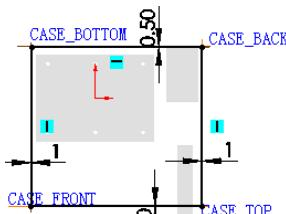

图 17.4.10 草图
Step1. 创建新零件。选择下拉菜单 **插入(I)** → **零部件①** → **新零件②** 命令。
Step2. 完成上步操作后，系统将自动选择“草图绘制”命令。选择 SUPPORT_PLANET 为草图平面，绘制图 17.4.10 所示的草图。